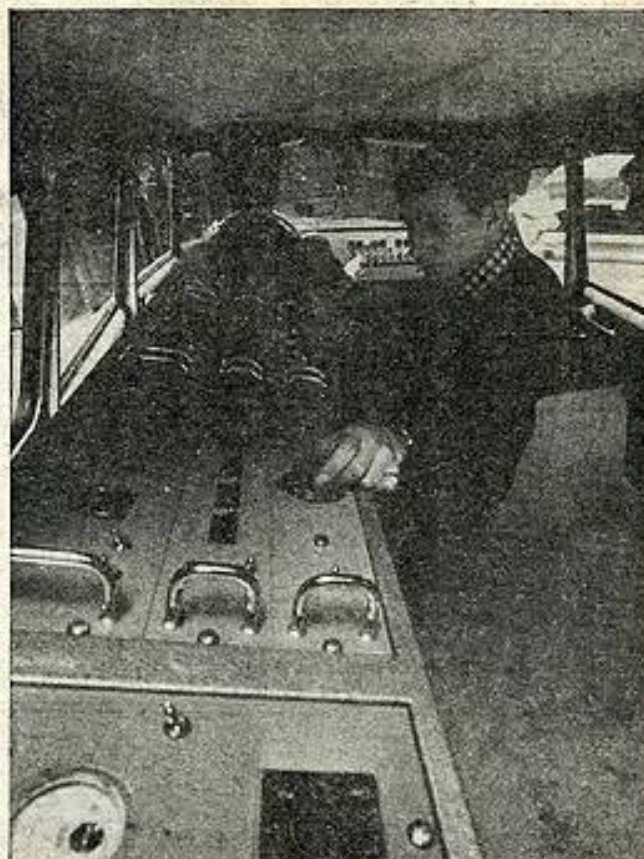

Fig. 2. — Le technicien opère dans la voiture-cerveau.
## RECOMMANDATIONS ESSENTIELLES POUR LE BRANCHEMENT DES CELLULES PHOTO-ELECTRIQUES A COUCHE D'ARRÊT (fig. 2)
## PRINCIPE ET FONCTIONNEMENT DE LA CELLULE PHOTO-ELECTRIQUE A COUCHE D'ARRÊT (1) (fig. 2)